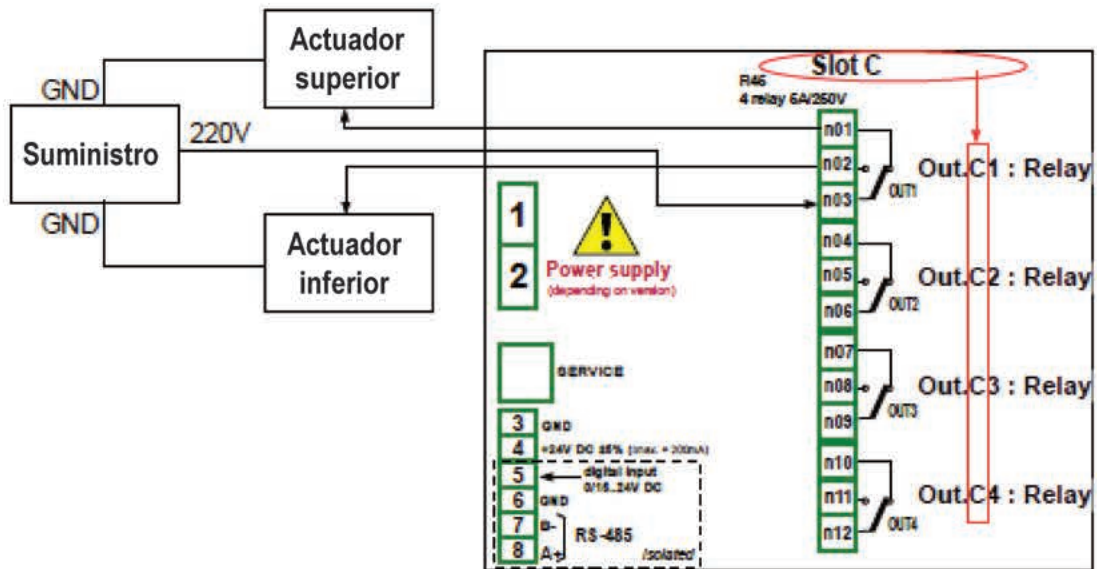

Fig. 7.73. Diagrama esquemático para el módulo R45
Antes de conectar un relé al dispositivo, el usuario debe configurar el dispositivo y luego conectarlo como se muestra en la Fig. 7.73. Después de ajustar la configuración de las entradas físicas podemos configurar el canal de entrada para leer el valor de salida.
- Parámetro **fuerza** establecido como **Out. C1: Relé** (ver la conexión en la Fig. 7.73),